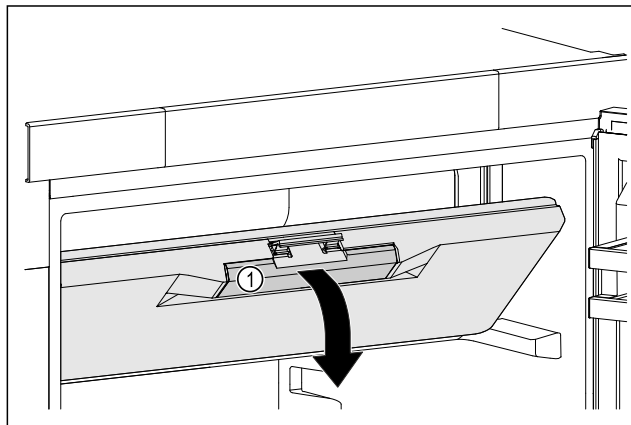

Fig. 43
- ▶ Dotkněte se dvířek mrazicího oddílu na prohlubni rukojeti Fig. 43 (1).